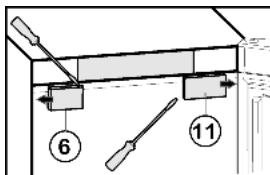

Fig. 5
- ▶ Applicare dall'esterno la copertura Fig. 5 (6) sul lato maniglia ruotata di 180° e innestarla.
- ▶ Applicare dall'esterno la copertura Fig. 5 (11) sul lato cerniera ruotata di 180° e innestare.